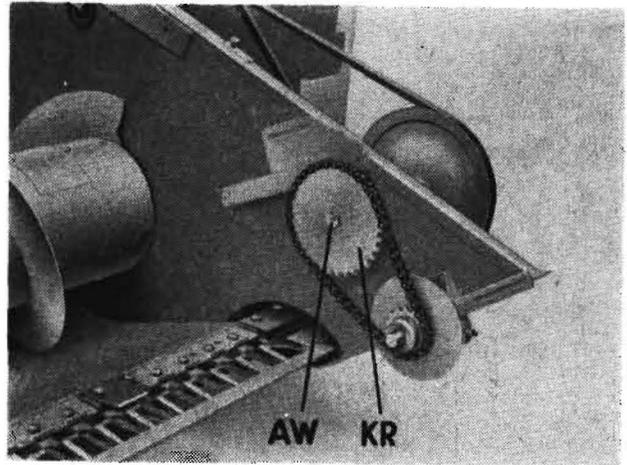

Bild 6/81
- Kettenrad KR 34 Z am Zapfen der Antriebswelle aufstecken, mit Nasenkeil befestigen, dabei auf die Flucht der Kettenräder achten (Bild 6/81).